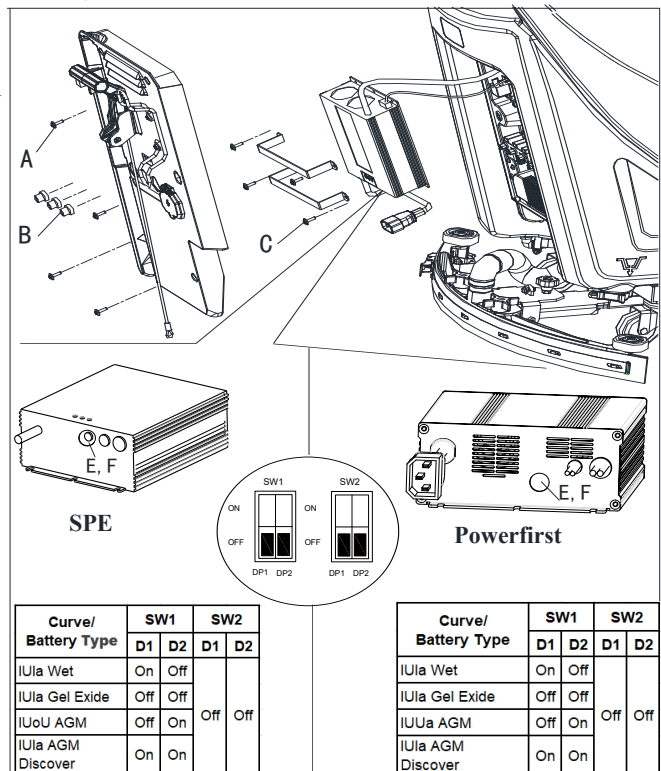

Figure 4.1
7. Retirer les vis (A, B, C, Figure 4.1).
8. Enlever le bouchon en plastique couvrant le trou d'accès (C) à l'interrupteur DIP.
9. Régler les commutateurs selon le tableau de (Figure 4.1).
10. Remettez le bouchon en plastique. Installer les vis (A, B, C, Figure 4.1) après le réglage complet.